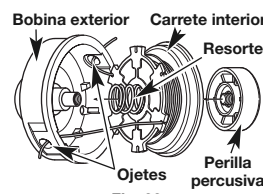

Fig. 22
1. Pase los dos extremos de línea a través de los ojetes de la bobina exterior. Ponga el resorte dentro del carrete interior. Inserte el carrete interior en la bobina exterior. Empuje a la vez el carrete interior y la bobina exterior (Fig. 22).